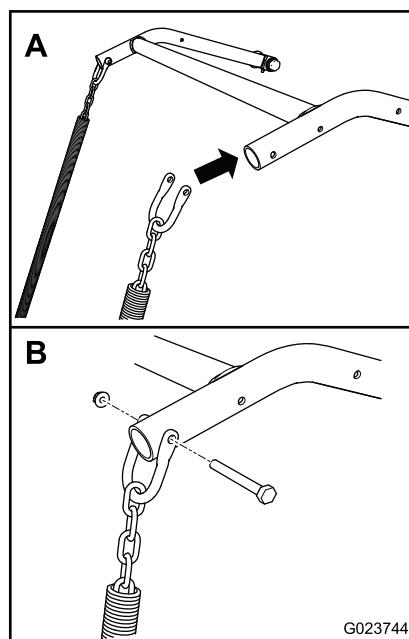

Figura 12
3. Allineate ciascun anello di trazione al lato appropriato del dispositivo di sollevamento attrezzi della macchina (Figura 12).